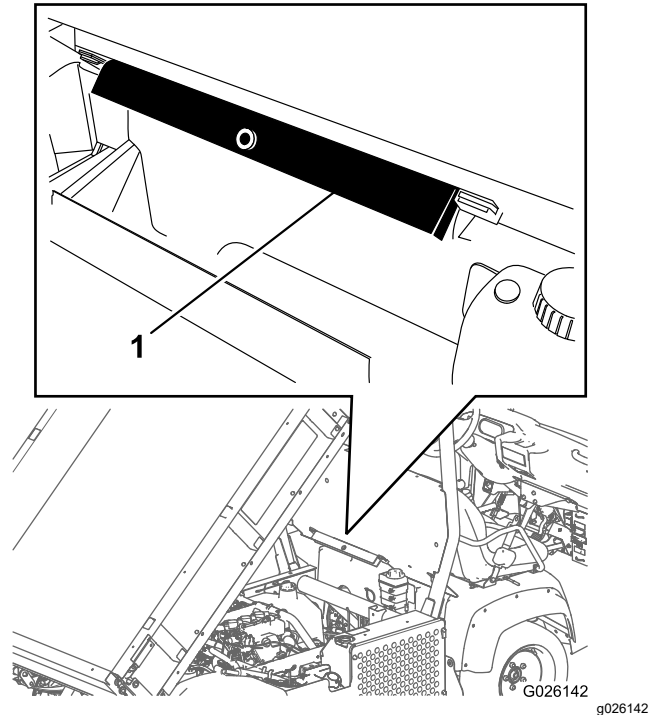

Figura 20
2. Retire el soporte de la plataforma de los soportes de almacenamiento situados en la parte trasera del panel del ROPS (Figura 20).